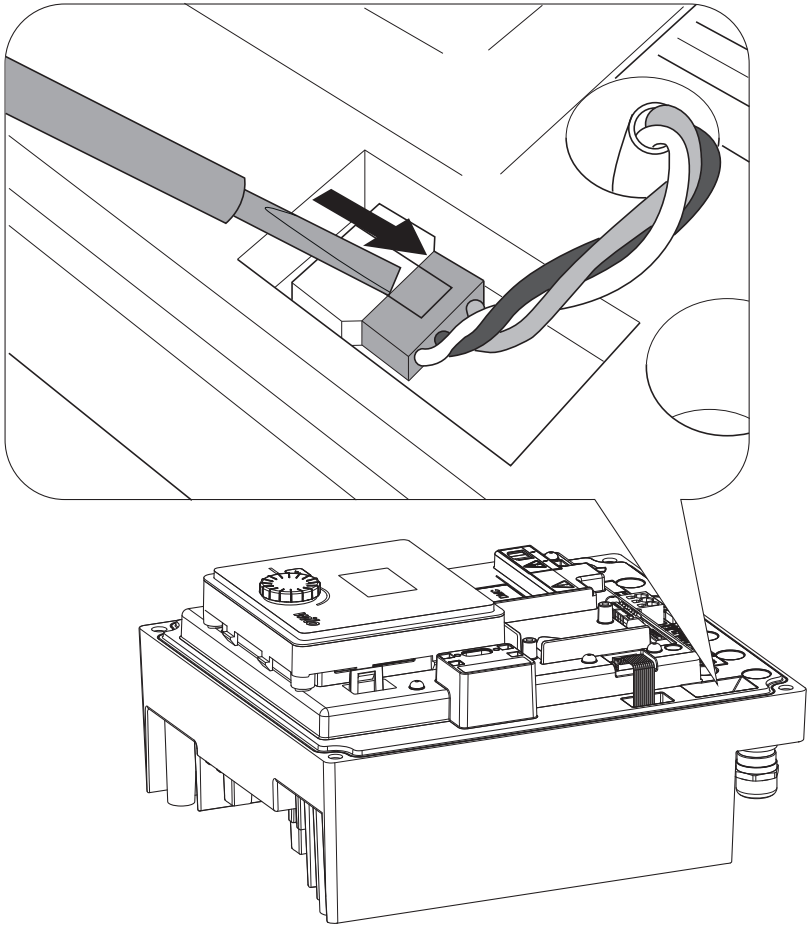

Fig. 46: Deconectarea cablului de conectare al ventilatorului modulului
- Scoateți cablul de conectare al ventilatorului modului. (Fig. 46).